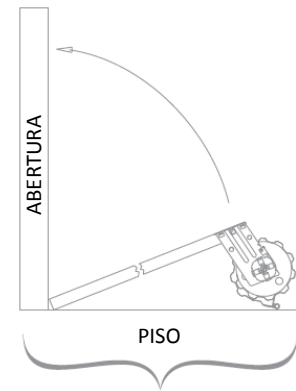

FIGURA 6
- Levantar o conjunto da porta uniformemente, girando em torno da parte de baixo dos guias. Ver a Figura 6.